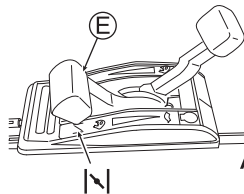

Abb. 11
- 3 Stellen Sie den Gashebel (E) auf Choke "I". (Siehe Abb. 11) (Wenn der Motor warm ist, kann er auch gestartet werden, indem Sie den Hebel auf "II" stellen.)